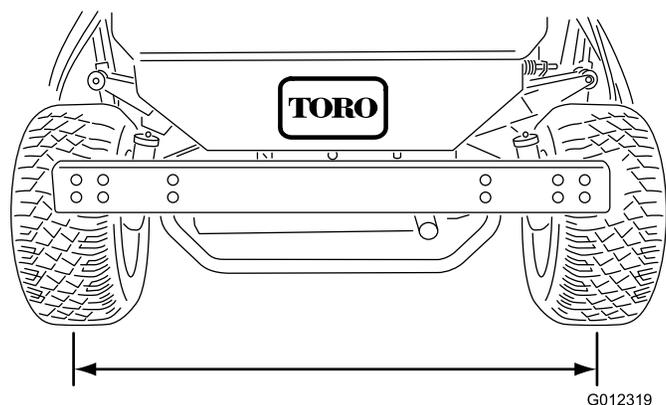

Figura 35
1. Meça a distância de centro a centro (à altura do eixo) na zona dianteira e traseira dos pneus da direcção (Figura 35). A medição dianteira deve ser 3 mm inferior à medição traseira.